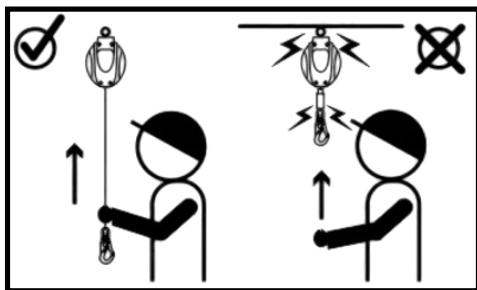

Fig. 3
- Tire de la correa de seguridad continuamente. Debe ir suave. Tire rápidamente dos o tres veces y verifique si está acoplado sin deslizamiento. Si la cincha no se retrae completamente de vuelta a la carcasa después del servicio, no la suelte. De lo contrario, la cincha se retraerá a alta velocidad, lo que puede dañar las partes internas del equipo. (ver Fig.3)